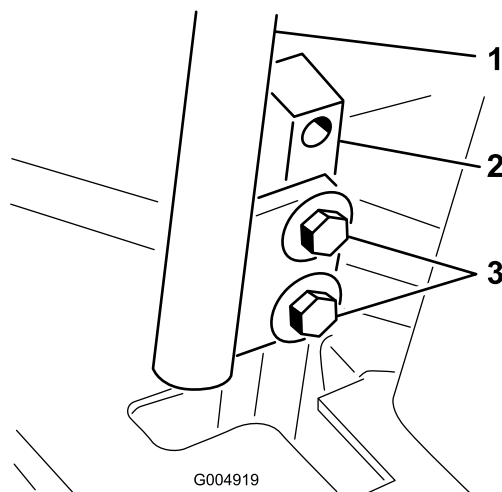

Figura 61
3. Allentate i bulloni di fissaggio delle leve di controllo (Figura 61).